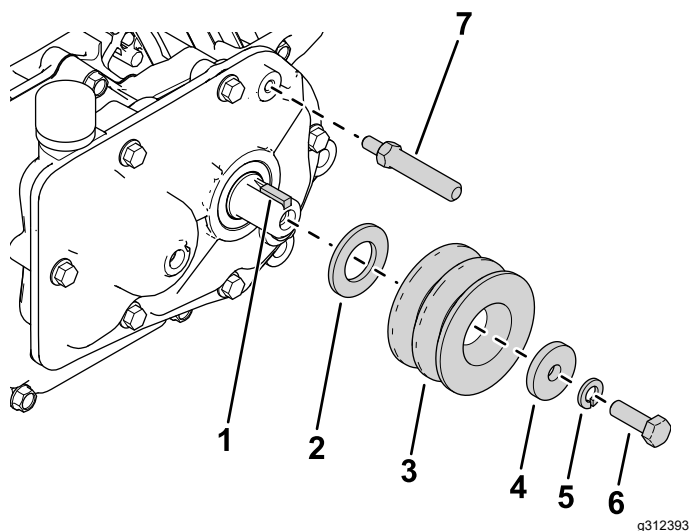

Bild 2
2. Setzen Sie Vierkant-Passfeder in die Antriebswelle ein (**Bild 2**).
- Setzen Sie die neue Unterlegscheibe (M20), Antriebsscheibe, Unterlegscheibe (5/16"), Sicherungsscheibe und die Schraube (5/16" x 1") ein, wie in Bild 2 abgebildet.
- Befestigen Sie die Kardanwelle des Antriebs am Getriebe (Bild 2).